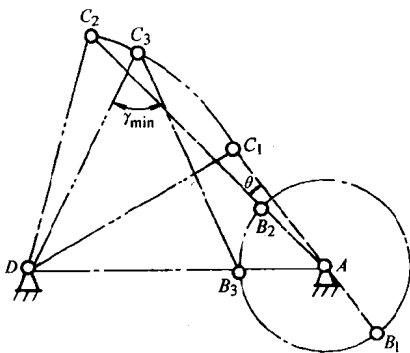

图 6
(2) 该机构的最小传动角 $\gamma_{\min}$ 和极位夹角 θ 如图 6 所示; 行程速比系数 $k = (180^\circ + \theta) / (180^\circ - \theta) = 1.1$ 。